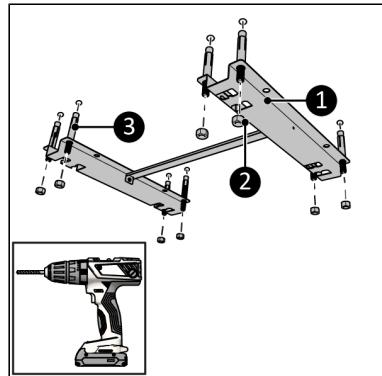

Abbildung 58.
4. Platzieren Sie die Halterung an der Decke und markieren Sie die acht Löcher (Abbildung 58).
6. Platzieren Sie die Ankerbolzen (Abbildung 58, Pos. 3).
7. Befestigen Sie die Halterung (Abbildung 58, Pos. 1) mit den acht Muttern (Abbildung 58, Pos. 2) an der Decke.